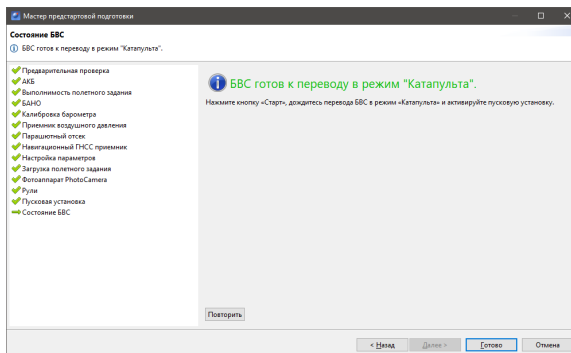

Рис. 104: Завершающая проверка
- **Состояние БВС.** Завершающая проверка позволяет перейти к запуску БВС (рис. 104).